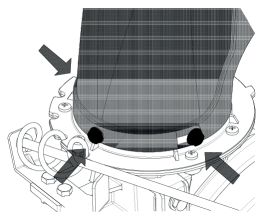

Рис. 9
- 1) Установите желоб на посадочное место желоба, закрепите его кареточными болтами внутри и гайками снаружи (рис. 9).